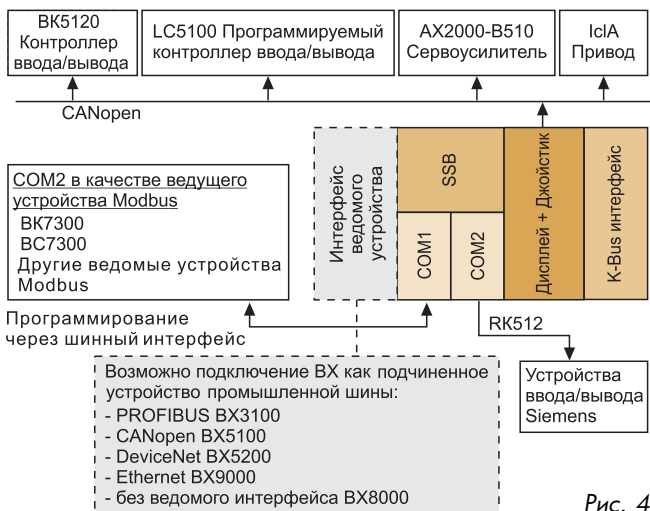

Рис. 4
**Пять интерфейсов в одном устройстве, промышленная шина, COM1, COM2, SSB, K-Bus (рис. 4)**